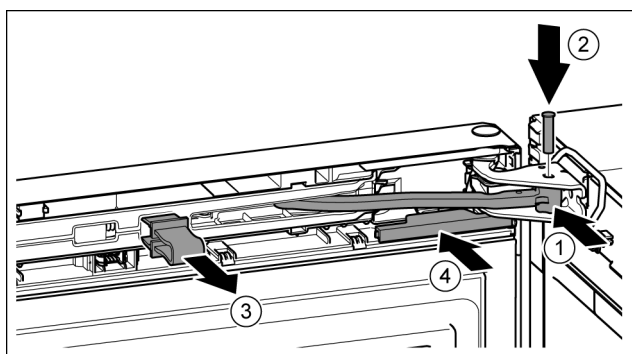

Fig. 49
- ▶ Поверніть шарнір в опорному кронштейні. Fig. 49 (1)
- ▶ Встановіть гвинт в опорний кронштейн та шарнір. При цьому виступ фіксатора повинен займати правильне положення в пазу. Fig. 49 (2)
- ▶ Зніміть запобіжник. Fig. 49 (3)
- ▶ Насуньте кришку. Fig. 49 (4)